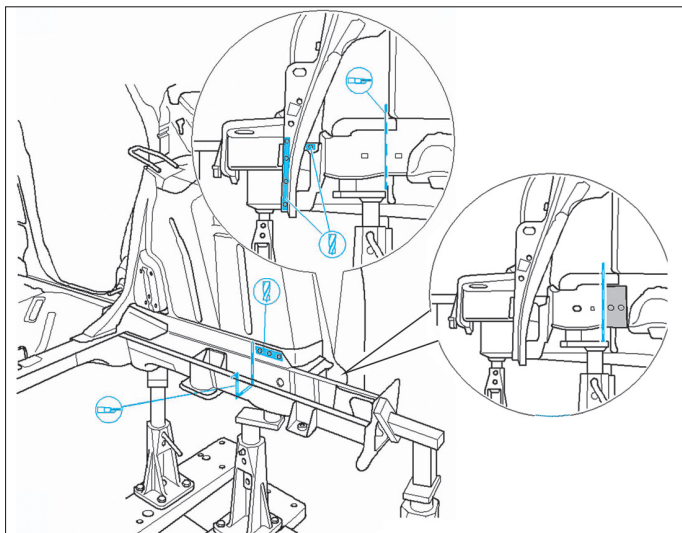

FIG. 71
- Découper, fraiser et meuler les soudures de la pièce (Fig.71).